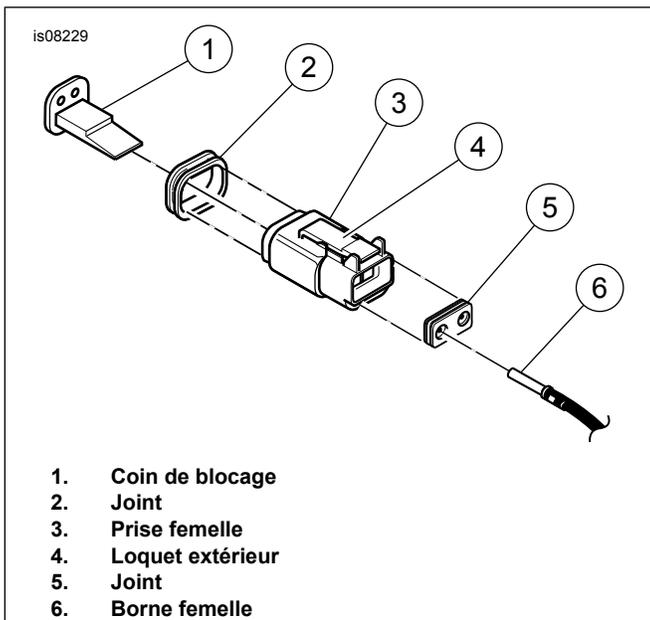

Figure 7. Connecteur électrique de feu de direction arrière
Voir Figure 7. **Les modèles de 1994 et 1995 ont un connecteur Deutsch situé sous la selle.**
2. Voir Figure 7. **Sur les modèles de 1994 et 1995**, suivre les fils de feu de direction arrière vers les deux connecteurs situés sous la selle. Séparer les parties femelles des connecteurs de feu de direction arrière en appuyant sur le loquet extérieur de chaque connecteur et en déplaçant la partie femelle en va-et-vient jusqu'à ce qu'elle soit dégagée. Laisser les parties mâles des connecteurs attachées au cadre. Retirer le coin de blocage secondaire orange de chaque connecteur en introduisant la lame d'un petit tournevis dans la gorge du coin de blocage. Tourner le tournevis à 90° pour extraire le coin. Tirer délicatement les fils de chaque connecteur tout en ouvrant les petites languettes de verrouillage à l'intérieur du connecteur à l'aide d'un petit tournevis à lame plate.